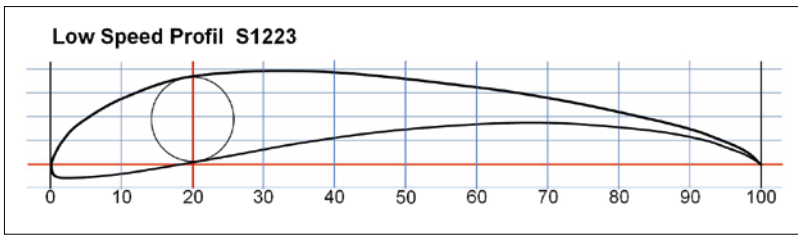

Bild 5: Das Low-Speed-Profil S1223 mit Dickenrücklage bei 20 Prozent und sehr starker Wölbung
- Für sehr geringe Geschwindigkeiten eignen sich die Low-Speed-Profilen (Bild 5). Man spricht auch von Heavy-Lift-Profilen. Sie zeichnen sich durch einen großen Nasenradius, große Dicke, geringe Dickenrücklage und starke Wölbung aus. Bei Modellflugzeugen sind sie für ein Scale-Flugbild geeignet. Die Reynoldszahl darf aber den Wert von $Re = 100.000$ auch im Langsamflug nicht unterschreiten. Das Polardiagramm des Low-Speed-Profiles S1223 im Vergleich zu dem konventionellen Profil NACA 2412 zeigt Bild 6.